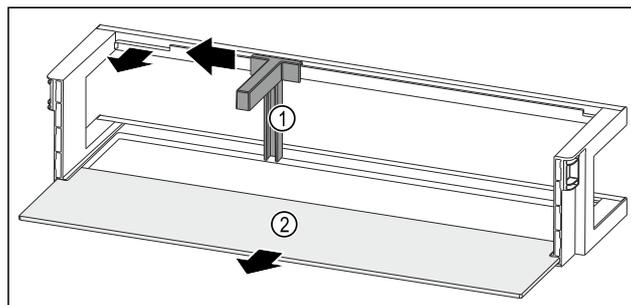

Fig. 51 Türabsteller mit Flaschenhalter und Abstellfläche
- ▶ Flaschenhalter Fig. 51 (1) bis zur Aussparung zur Seite schieben.
- ▶ Flaschenhalter Fig. 51 (1) entnehmen.
- ▶ Abstellfläche Fig. 51 (2) entnehmen.